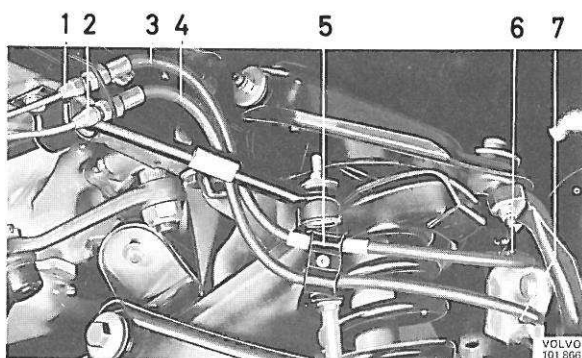

Figure 20. Flexibles des freins avant
4. Mettre les vis de fixation de la barre stabilisatrice. Reconnecter les flexibles de freins en se référant à la figure 20. Bien contrôler la position des flexibles de freins et régler en cas de nécessité.
3. Démontez l'attache (5, figure 20). Démontez le raccord (2) et le flexible inférieur (4) du support. Poser des capots de protection aux conduits de freins afin d'éviter des fuites inutiles. Démontez le raccord (6) du flexible supérieur du frein.
7. Remonter les flexibles de freins et leurs raccords. Remonter l'attache comme indiqué sur la figure 20. Il importe que les flexibles de freins soient correctement montés, sans tension et avec triangles de commande bien déchargés.